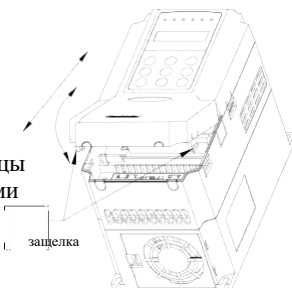

Рис.3-4 Демонтаж и сборка металлической крышки
- 2) соедините зажимную лапку с крюком сверху преобразователя, сильно надавите вниз пока штифт корпуса полностью не войдет в отверстия с обеих сторон, как показано на Рис.3-4.